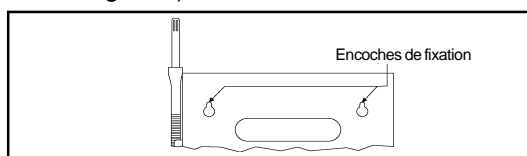

Figure 8 - Encoches de fixation à l'arrière de l'enregistreur
4. Accrochez l'enregistreur en utilisant les encoches de fixation en creux situées à l'arrière de l'appareil (voir Figure 8).